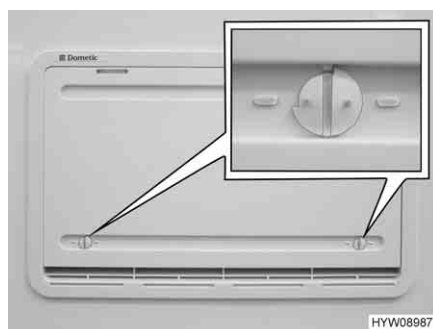

Fig. 219 Protection hivernale
Quand le réfrigérateur doit être utilisé à basses températures extérieures, le fabricant recommande d'employer une protection hivernale (Fig. 219) pour ses grilles d'aération du réfrigérateur.
- Ouvrir les deux dispositifs de verrouillage (Fig. 219) (la rainure est à l'horizontale).